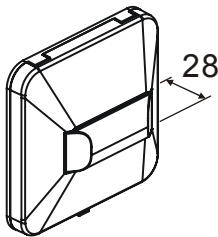

Рис. 4
- FDAI92 (рис. 4) для крепления к поверхности